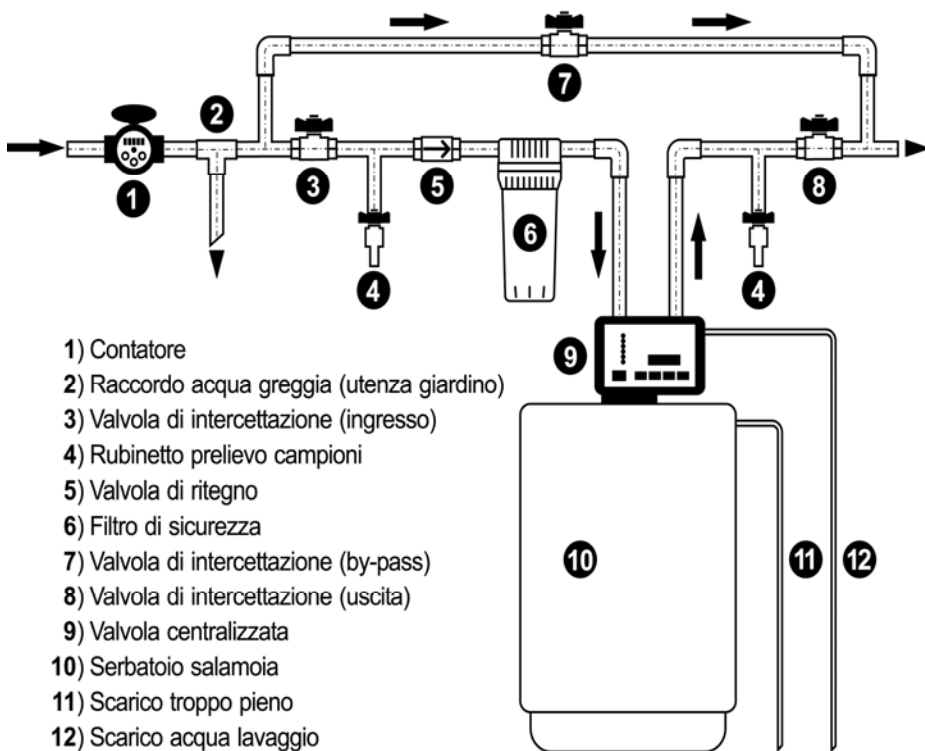

Figura 6: schema tipico collegamento idraulico.
A tal scopo deve essere realizzato un sistema composto da tre valvole manuali complete di valvola di non ritorno sull'entrata dell'acqua di alimentazione e punti di prelievo per analisi acqua prima e dopo le apparecchiature. In ogni caso l'installazione dell'addolcitore dovrà essere eseguita a regola d'arte, facendo inoltre attenzione a staffare adeguatamente le tubazioni, onde evitare che le stesse vadano a gravare sul corpo valvola dell'addolcitore. A scopo informativo la seguente figura 6 mostra uno schema tipico di montaggio con i principali componenti necessari per l'installazione a regola d'arte dell'addolcitore.
1. Se non è già stato fatto precedentemente collegare la spina del trasformatore di corrente alla presa di alimentazione elettrica. Aprire lentamente e parzialmente la valvola n. 3 d'intercettazione acqua di alimentazione (vedi figura 6 di pagina 14), per riempire il contenitore delle resine e mettere in pressione l'addolcitore. Quando l'impianto sarà completamente pieno d'acqua, aprire completamente le valvole manuali n. 3, n. 8 e chiudere completamente la valvola manuale n. 7 di by-pass.
1. Chiudere la valvola manuale n. 3 di alimentazione acqua, chiudere la valvola manuale n. 8 di uscita e aprire completamente la valvola manuale n. 7 di bypass (vedi figura 6 di pagina 14), per escludere momentaneamente l'addolcitore dalla linea idraulica.